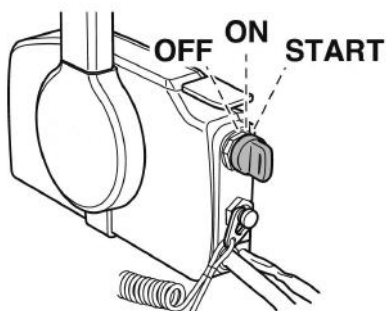

Рис. 26 Положения ключа зажигания
Система зажигания управляется ключом зажигания. Положения ключа зажигания показаны на Рис. 26.
- Переведите ключ зажигания в положение ON (Рис. 26).
1. Переведите ключ зажигания в положение OFF (Рис. 26). Двигатель должен остановиться.